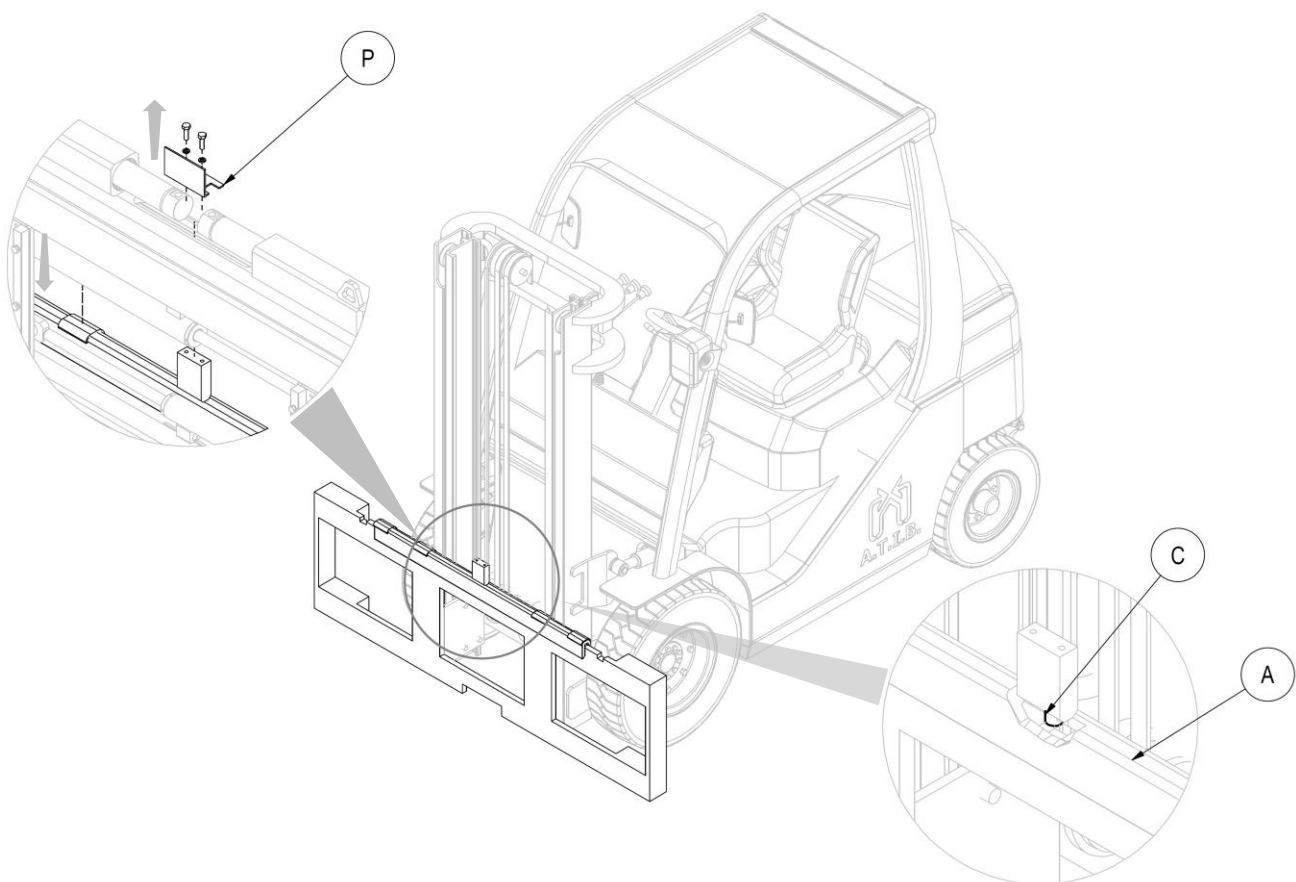

Figura 5
4. Dopo aver rimosso il "piegato di protezione" (P) con le relative viti, prendere manualmente il doppio gancio A (con le relative boccole di scorrimento), e posizionarlo sul profilo superiore della piastra porta forche, avendo cura di incastrare il perno di centraggio C nella tacca centrale della stessa (vedi *Figura 5*).